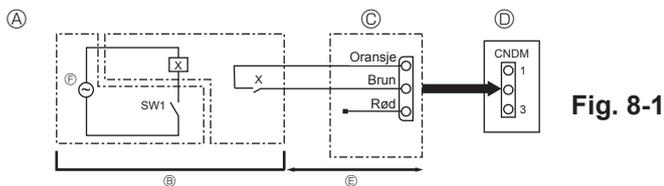

Fig. 8-1
8.1. Lav støy-modus (modifisering på stedet) (Fig. 8-1)